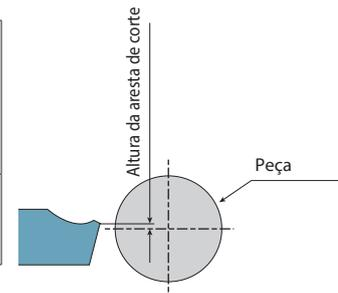

Fig. 3 (TKN, TK^{R/L})
1. Para TKN e TK^{R/L}, defina a altura da aresta de corte 0,1~0,2 mm acima da altura do centro (Fig. 3)